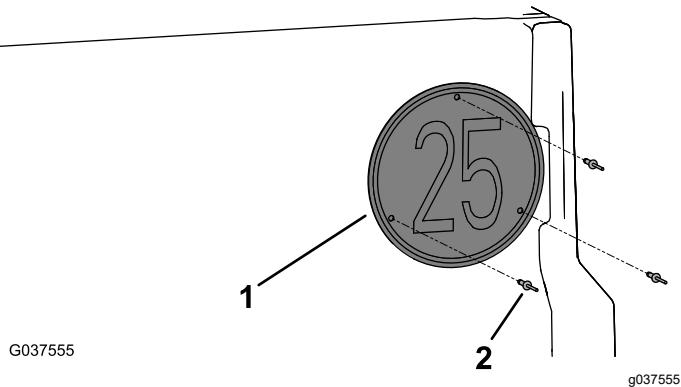

図 14
4. テールゲートに速度表示板を取り付けるポップリベット3/16 x 15/16"3本で図14のように取り付ける。